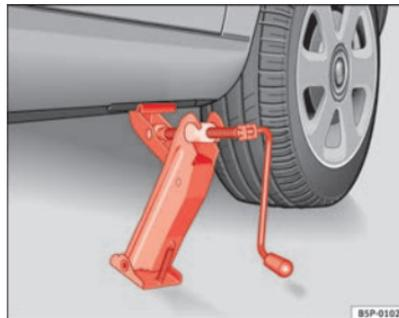

Abb. 182 Wagenheber
- Richten Sie den Wagenheber so aus, dass seine Klaue den Steg des Unterholms umfasst und die bewegliche Grundplatte plan auf dem Boden aufliegt ⇒ Abb. 182.